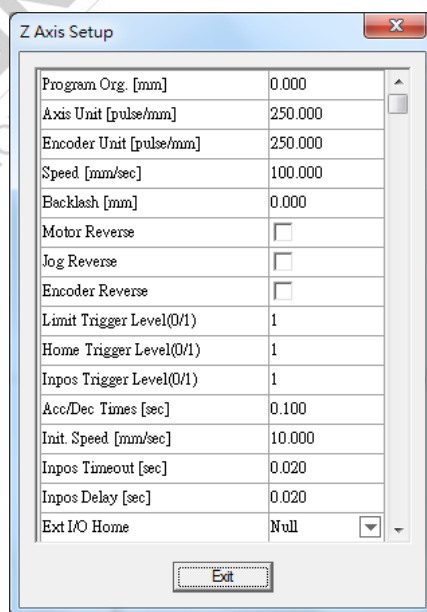

図 1.7.34
7. 6. "SETUP ..." をクリックし、詳細設定を行います（図1.7.34参照）。